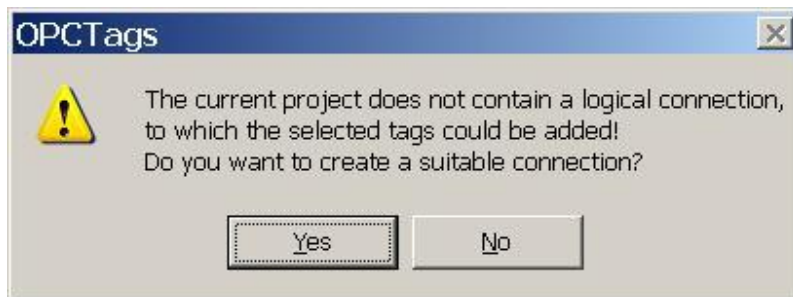

图 44 创建连接
- 选中变量，并点击“Add Items”后，弹出“OPCTags”对话框，提示建立一个连接，单击“YES”，如图 44 所示。